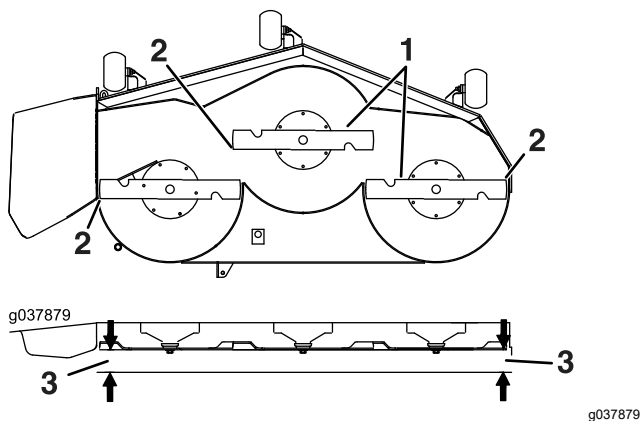

Bild 85
6. Messen Sie den Abstand zwischen der Messerspitze und der ebenen Oberfläche (Bild 85). Wenn beide Messwerte nicht innerhalb von 5 mm liegen, stellen Sie die Nivellierung ein; fahren Sie mit diesen Schritten fort.
14. Drehen Sie die Schnittmesser vorsichtig von einer Seite zur anderen (**Bild 85**).